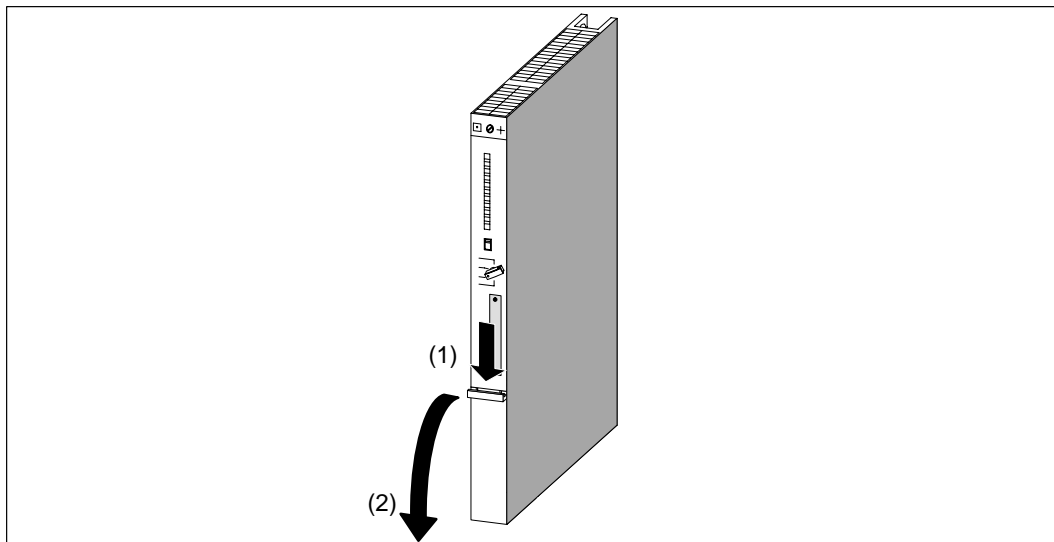

Figure 2-5 Démontage du capot
2. Le cas échéant, retirez le capot qui enveloppe le module (voir figure 2-5).